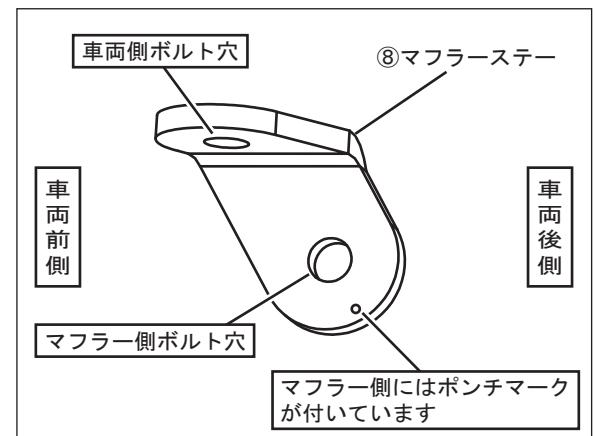

FIG. 2
- フレームの下側に取り付けられている純正マフラーステーを取り外し、純正マフラーステーがついていた場所に⑧マフラーステーを純正ボルトを使用して取り付け、規定トルクで締め付けて下さい。（FIG. 2, 3, 4 参照）